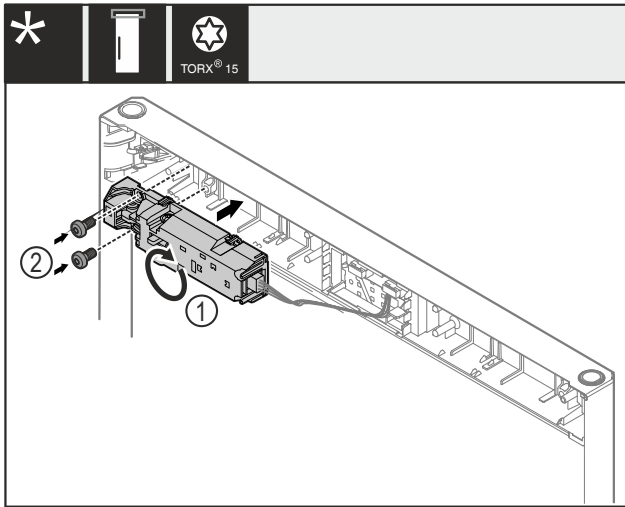

Fig. 27
- ▶ Rrotulloni bravën me veprim nga distanca Fig. 27 (1) me 180° dhe montojeni në anën tjetër.
- ▶ Mbërtheni bravën me veprim nga distanca Fig. 27 (1) me vidat Fig. 27 (2).